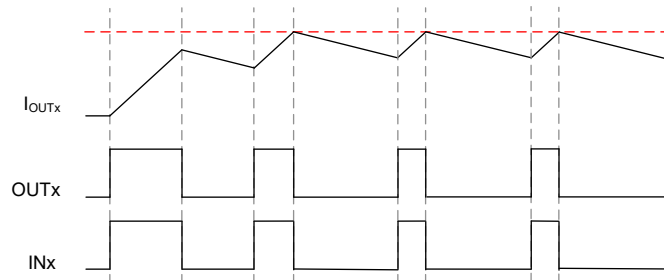
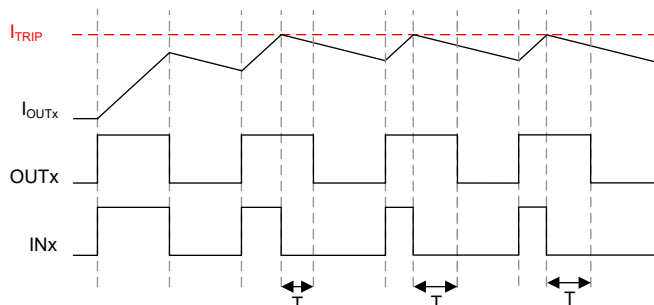

图 6-5. 电感负载接地，逐周期控制
图 6-6. 电感负载接地，逐周期控制
- 也可以使用逐周期方法来控制负载。当 $INx = 1$ 时，流经该负载的电流将增加；当 $INx = 0$ 时，流经该负载的电流将衰减。通过适当选择 INx 脉冲的占空比，可以将电流调节到目标值。图 6-5 和图 6-6 显示了上述情况。